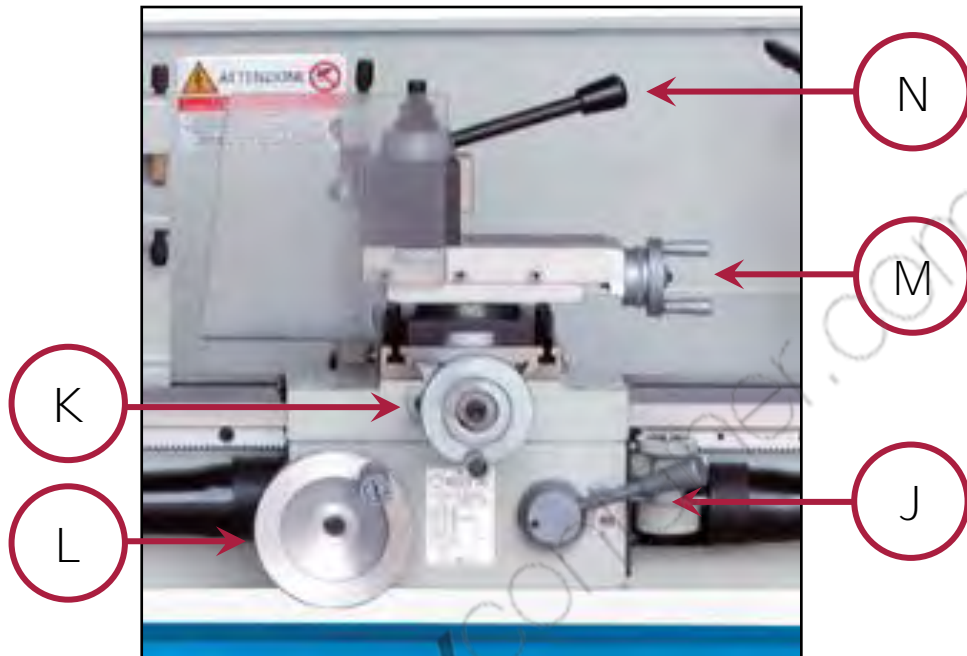

Figura 20 – Leve e volantini del carrello.
Sul carrello porta utensile vi sono sette comandi manuali (leve e volantini) che ne consentono la **regolazione fine e l'avanzamento** (vedere la Figura 20).
5. **Inserire l'utensile sulla torretta del carrello porta utensile, e fissarlo con l'apposita leva di bloccaggio** (rif. N in Figura 20).
6. Regolare la posizione del carrello e delle slitte porta utensile, utilizzando le leve ed i volantini appositi (vedere la Figura 20).
12. **Eeguire la lavorazione sul pezzo, avvicinando l'utensile al pezzo stesso, in rotazione, utilizzando i volantini che regolano il movimento fine delle slitte porta utensile (rif. K, L in Figura 20). Se necessario, avvicinare alla zona interessata dalla lavorazione, l'ugello del liquido refrigerante ed azionare la pompa.**